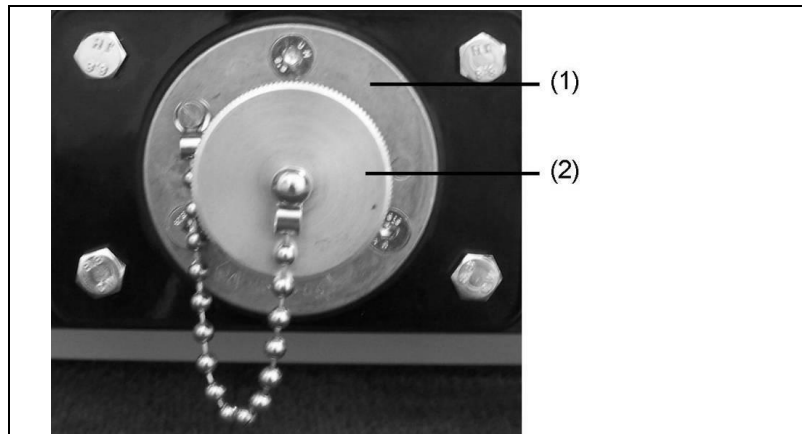

Fig. 5-8: Preso di collegamento a 12V secondo la norma DIN 14690
1. Svitare il tappo di protezione (Fig. 5-8-(2)) della preso (Fig. 5-8-(1)) in senso anti-orario.
6. Avvitare il tappo di protezione (Fig. 5-8-(2)) della presa del collegamento a 12V girandolo in senso orario.
La presa di collegamento a 12V secondo la norma DIN 14690 (vedi Fig. 5-8) offre oltre al mantenimento della carica anche la possibilità di far funzionare un accessorio adeguato per la corrente continua a 12V.